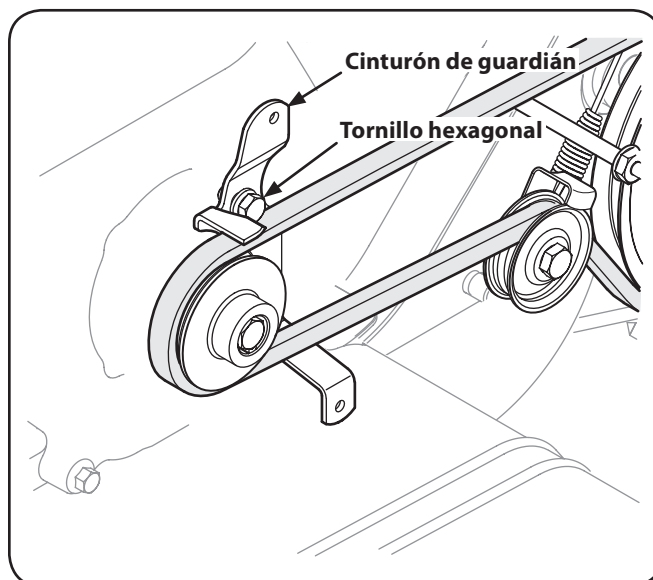

Figura 1-3
4. El uso de un ½" llave, retire el tornillo hexagonal de fijación del cinturón de guardián en el motor. Vea la Figura 1-3.